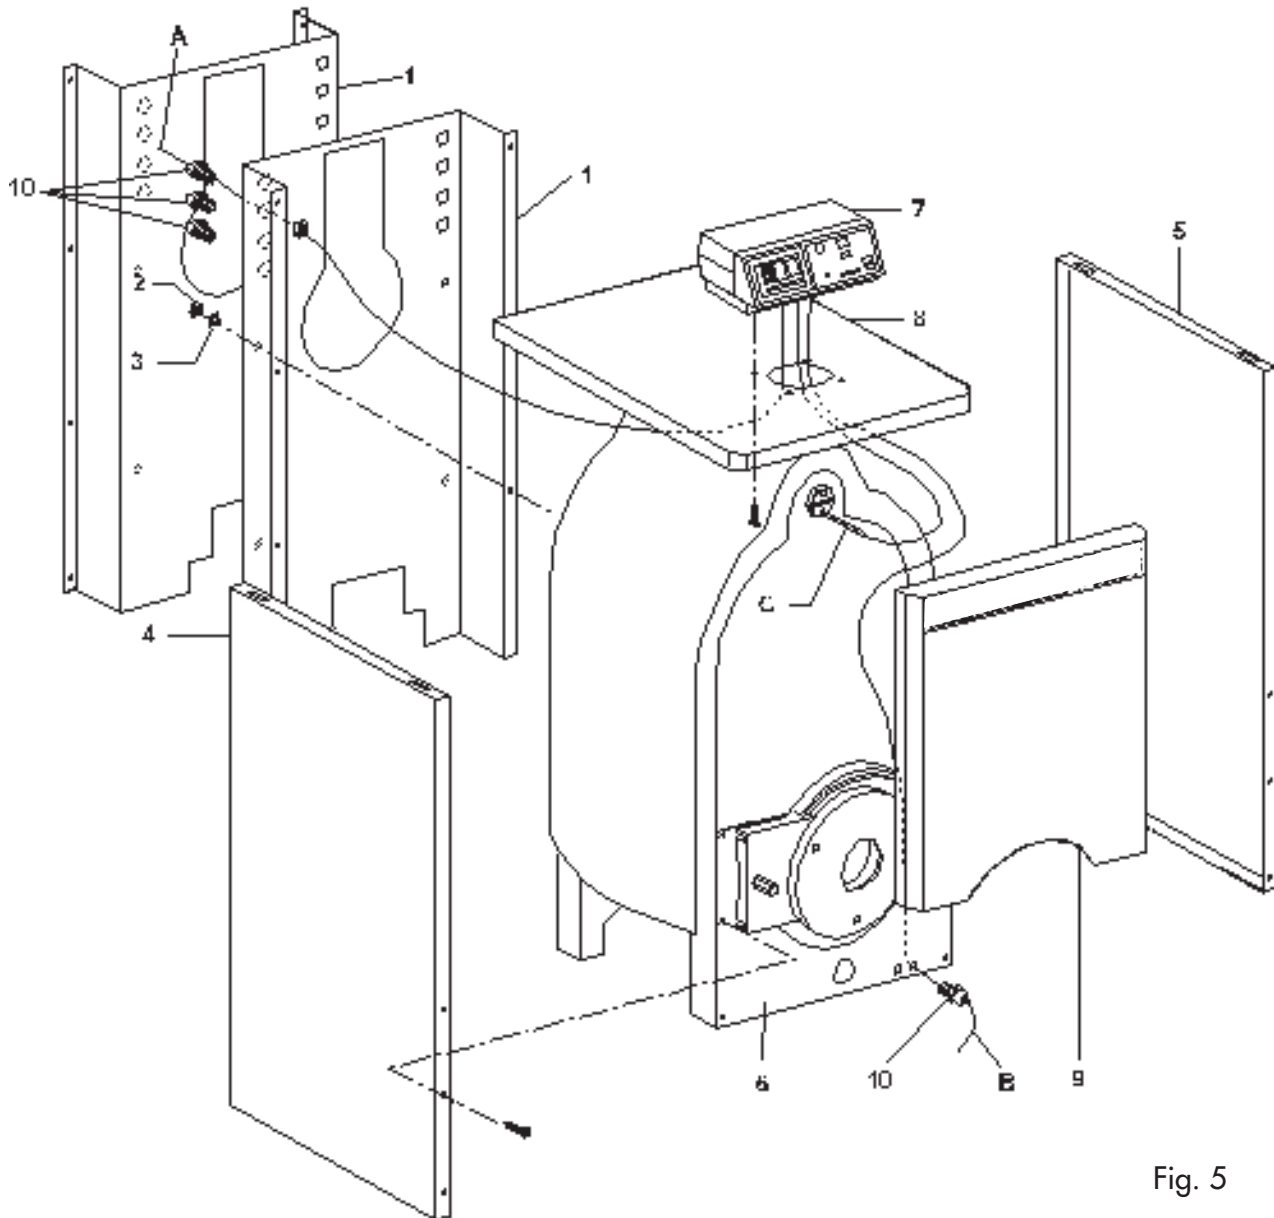

Fig. 5
- 4) Fixer le tableau des commandes **7** au couvercle **8** en passant les différent câbles à travers le trou. Avant de monter le couvercle sur la chaudière, faire passer le câble d'alimentation **A** et le câble brûleur **B** à travers les trous spéciaux et les bloquer à l'aide des bandes serre-câbles **10** joints au cadre électrique (fig. 5).
- 5) Enfiler les sondes éventuelles **C** dans le puisard spécial (fig. 5).
- 6) Terminer l'opération en montant le panneau frontal **9** sur la chaudière (fig. 5).